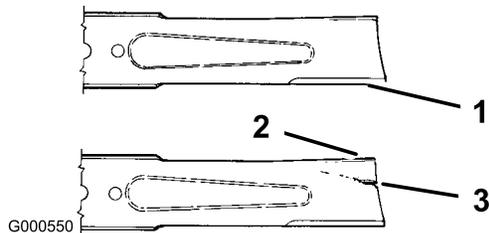

Figure 32
2. Examinez le tranchant des lames (Figure 32). Si elles ne sont pas tranchantes ou si elles présentent des indentations, déposez et affûtez la lame (voir Aiguisage de la lame).
3. Inspectez la lame, surtout la partie relevée (Figure 32). Remplacez immédiatement toute lame endommagée, usée ou qui présente une entaille (Figure 32).